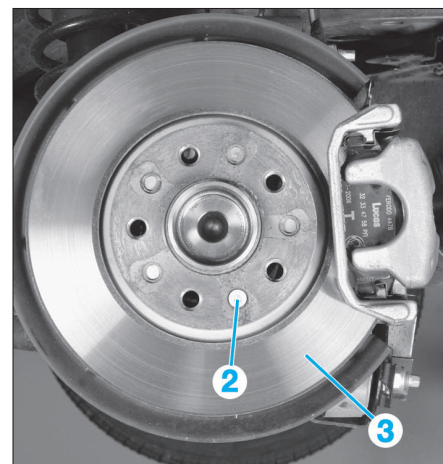

FIG. 14
- Déposer la fixation (2) du disque de frein (3) (Fig.14).